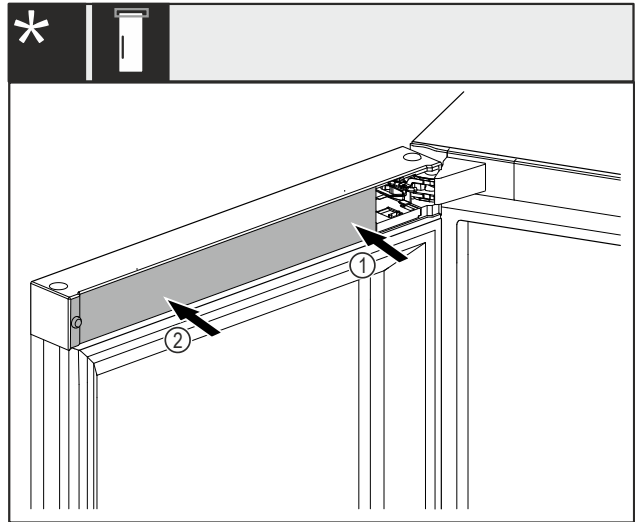

Fig. 50 *
- ▶ Abdeckung Fig. 50 (1) zuerst an der Lagerbockseite aufsetzen und einrasten.*
- ▶ Abdeckung Fig. 50 (2) an der Aussenseite aufsetzen und einrasten.*